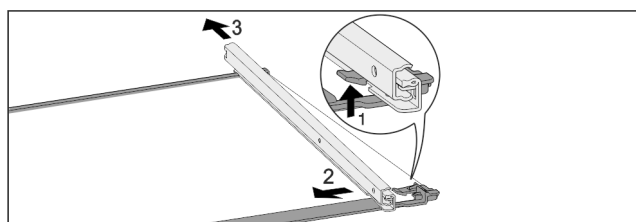

Fig. 127 Glasplatte mit Schienen
- ▶ Vordere Rasthaken nach oben drücken. Fig. 127 (1)
- ▶ Auszugsschiene zur Seite Fig. 127 (2) und nach hinten Fig. 127 (3) wegschieben.